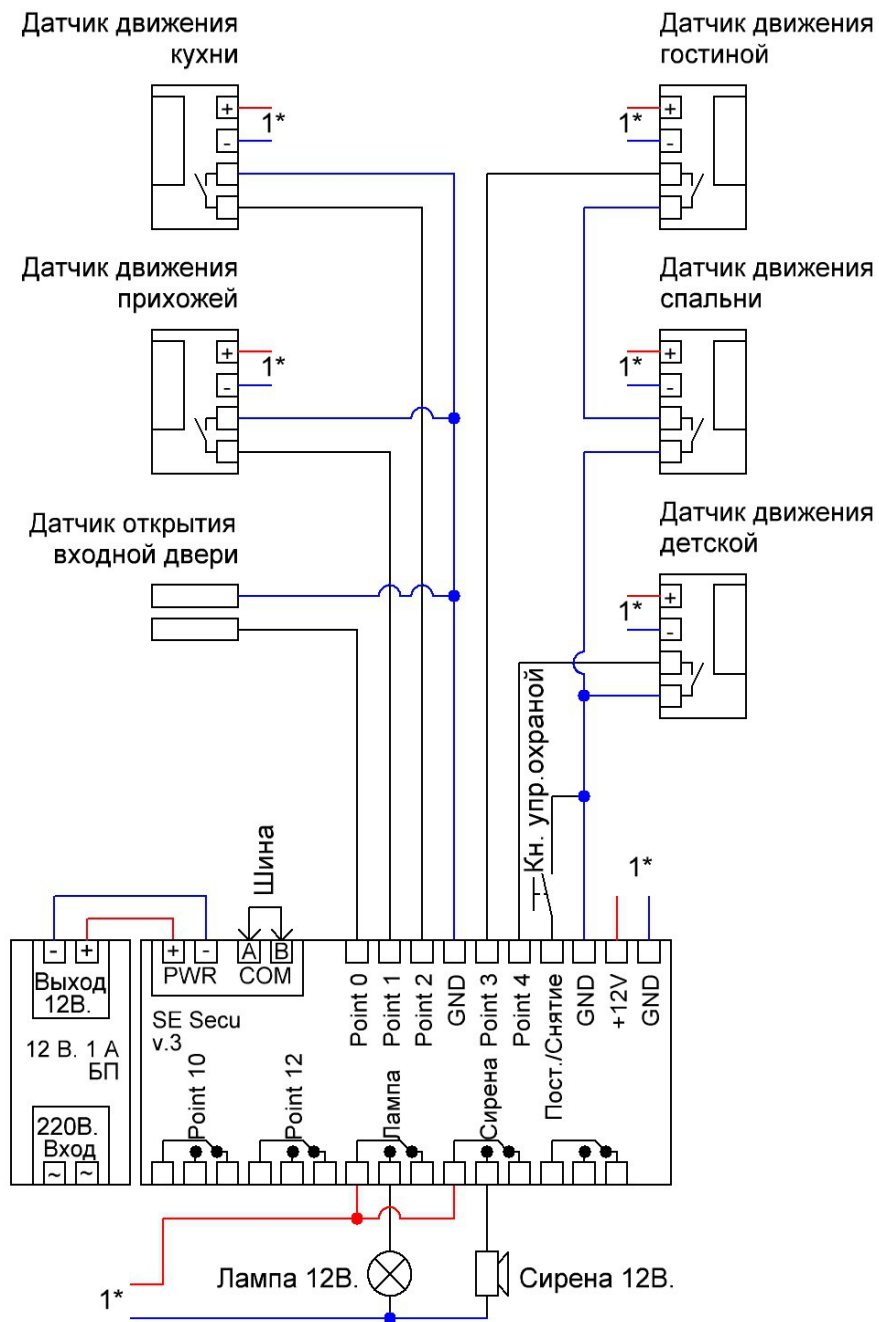

Рис.2
3. Подключите терминалы COM A и COM B к шине (см. Рисунок 2).